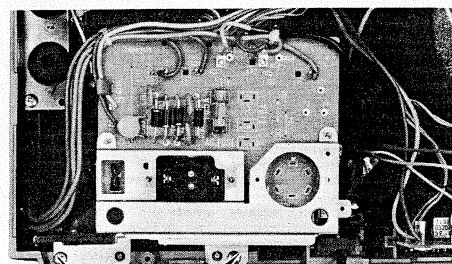

Fig. 4 Abb. 4
1. Remove 2 screws (D) as shown in Fig. 4.
1. Die in Abb. 4 gezeigten 2 Schrauben (D) entfernen.